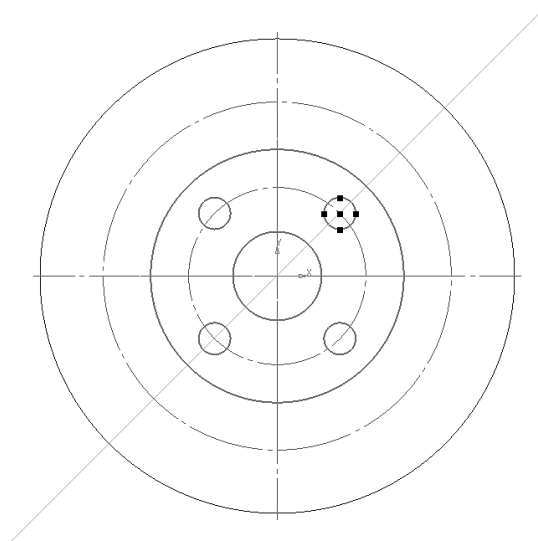

Рис. 21. Массив окружностей
2.2.4 На панели свойств зададим количество копий – 4, режим – вдоль всей окружности. Щелкнув по центру окружности, получаем фантом изображения окружностей. Сохраняем результат, ЛКМ **Создать объект** (рис. 21).